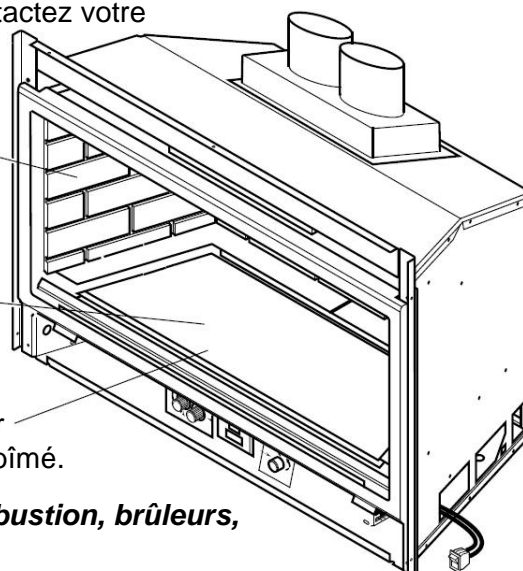

Figure 36 – Vérification des orifices de combustion, brûleurs, parois et plafond de l'appareil.
4. Examiner le brûleur et les orifices de combustion. Inspecter les éléments suivants. Voir Figure 36 :